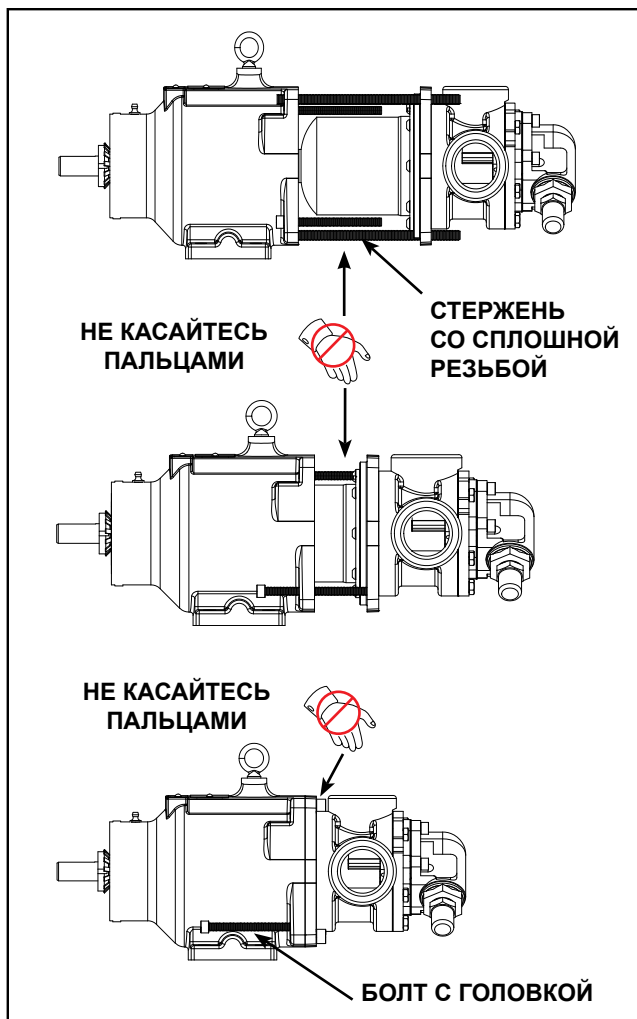

РИС. 13
Не держите пальцы на передней поверхности монтажного фланца насоса. Совместите контейнер с отверстием станины и осторожно введите его внутрь. При вступлении магнитов во взаимодействие агрегат очень быстро самостоятельно завершит эту операцию, если только предварительно не были правильно задействованы болты размером 5/8 x 6 дюймов (~16 x 152 мм). Убедитесь, что ваши пальцы не находятся на передней поверхности монтажного фланца насоса. Последовательность операций представлена на Рис. 13.
15. Для контроля сборки насоса вверните три болта с головкой размером 5/16" x 4" дюйма (~16 x 102 мм) со сплошной резьбой в блок подшипников таким образом, чтобы они полностью выступали за пределы передней поверхности блока подшипников, см. **Рис. 13**. Для поддержки блока подшипников и узла станины на одном уровне, а также в целях дополнительной безопасности, рекомендуется воспользоваться двумя длинными стержнями со сплошной резьбой длиной около 6-8 дюймов (152-203 мм), введя их в противоположные резьбовые отверстия под болты в станине и пропустив сквозь соответствующие отверстия в переходной плите.
16. Убедитесь в том, что в контейнере (59) отсутствуют посторонние предметы, которые могут повредить насос. При наличии возможности подвесьте насос на тросе при вводе контейнера в отверстие кронштейна. Отверните болты таким образом, чтобы их концы оставались в противоположных резьбовых отверстиях станины. Закрепите блок подшипников на станине четырьмя болтами.